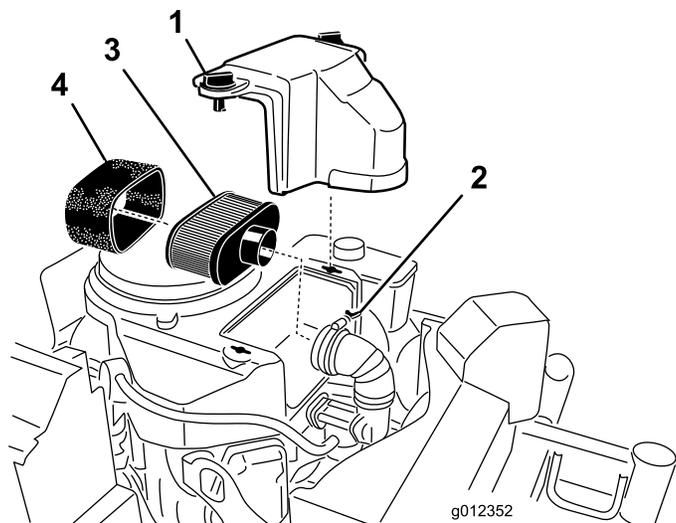

図 41
3. エアクリーナを外したときエンジン内部に異物が入らないよう、周辺をきれいに拭く（図 41）。
4. エア・クリーナのカバーのノブのねじをゆるめてカバーを外す（図 41）。
5. エア・クリーナのホース・クランプをゆるめてエア・クリーナ・アセンブリを外す（図 41）。
6. ペーパー・エレメントからスポンジ・エレメントを注意深く取り外す（図 41）。
1. ペーパー・フィルタは清掃しないで交換する（図 41）。
1. ペーパー・エレメントにスポンジ・エレメントを注意深く取り付ける（図 41）。
2. エア・クリーナのベース、またはホース、にエア・クリーナ・アセンブリを取り付けて固定する（図 41）。
3. エア・クリーナのカバーを取り付け、ノブを締め付けて固定する（図 41）。